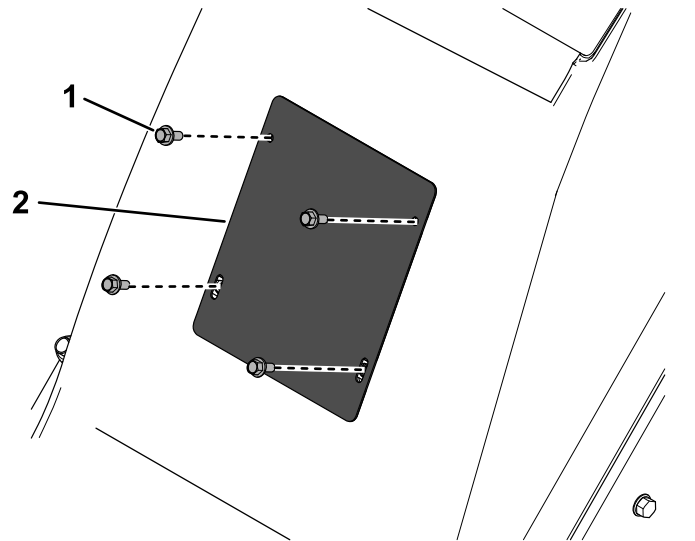

Figure 28
3. Enlevez les 4 boulons de fixation du couvercle avant et déposez le couvercle (Figure 28).